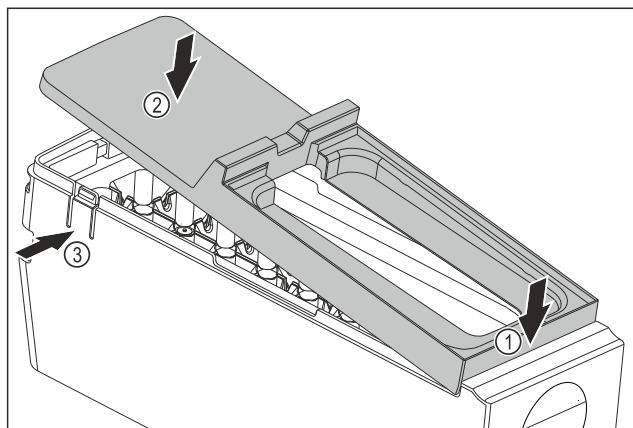

Fig. 191
- Abdeckung des EasyTwist-Ice-Korpus montieren: Abdeckung vorne ansetzen. Fig. 191 (1)
- Abdeckung hinten absenken. Fig. 191 (2)
- Abdeckung rastet hörbar in beiden Laschen Fig. 191 (3) ein.